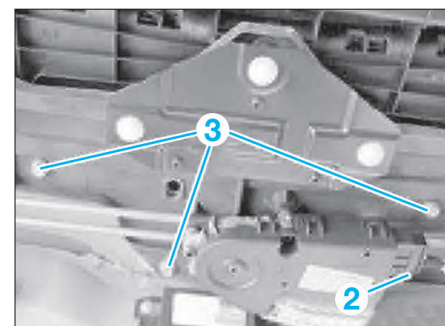

FIG. 44
- Débrancher le connecteur (2) (Fig.44), puis déposer les vis de fixation (3).